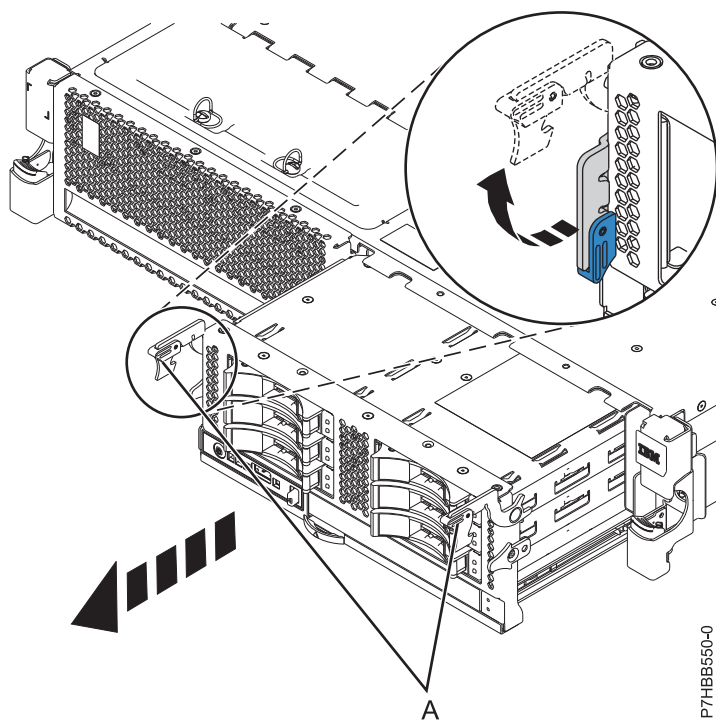
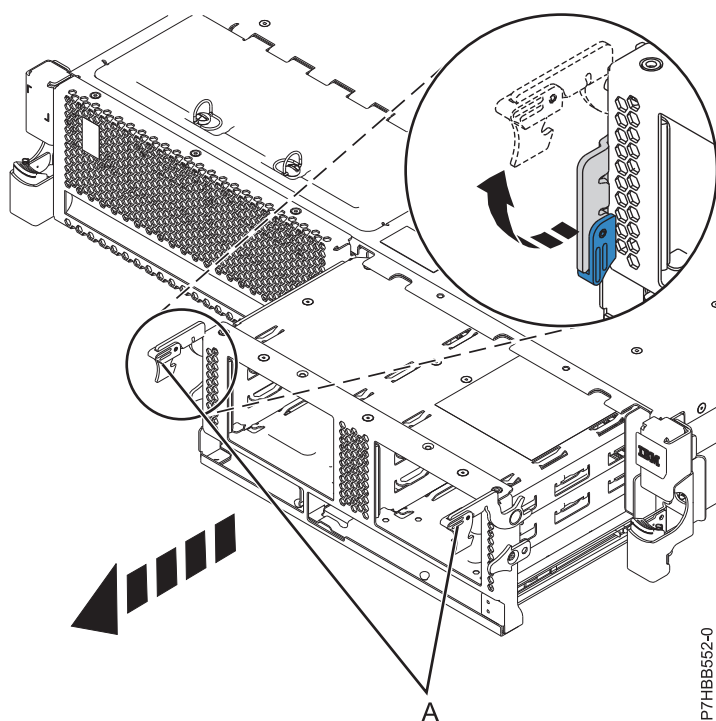

図6. ディスク・ドライブが装着されているバックプレーンの取り外し
図7. ディスク・ドライブが装着されていないバックプレーンの取り外し
13. 8 ページの図6 および 8 ページの図7 に示すように、ハンドル (A) をバックプレーン中央から開くように引いて、ディスク・ドライブ・バックプレーンをアンロックします。